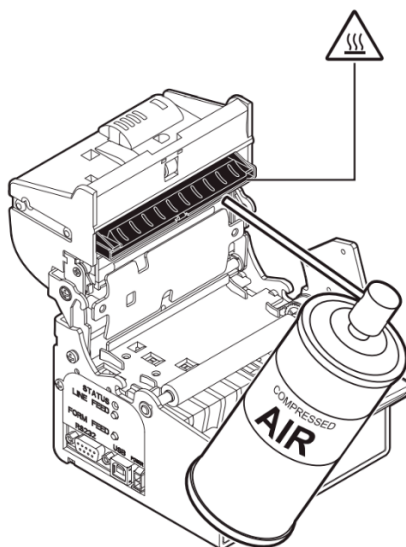

Рисунок 26. Очистка резака принтера (отмечен на рисунке черным цветом)
3. Очистка резака принтера сжатым воздухом (см. рис. 26). Для очистки не используйте спирт, растворители или жесткие щетки. Не допускайте попадания воды или других жидкостей внутрь принтера.